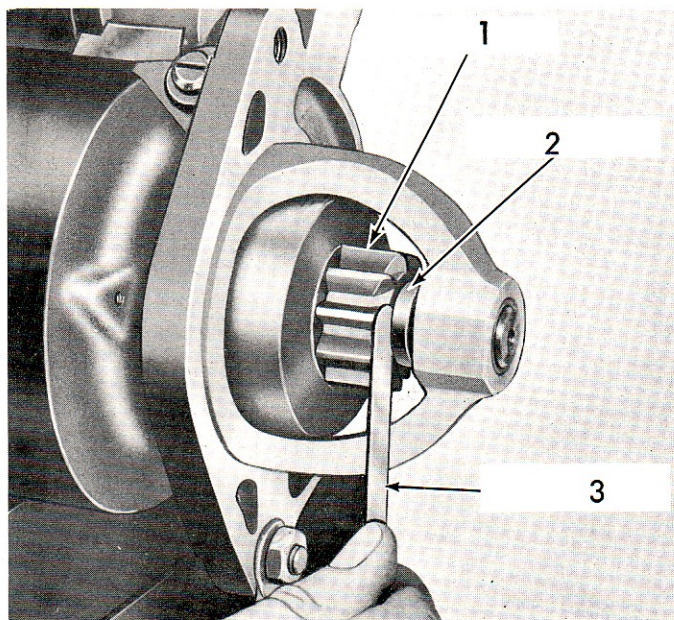

Fig. 49.
- a. Introduire une cale d'épaisseur correcte entre le pignon et le collier d'arrêt (Voir Fig. 49).